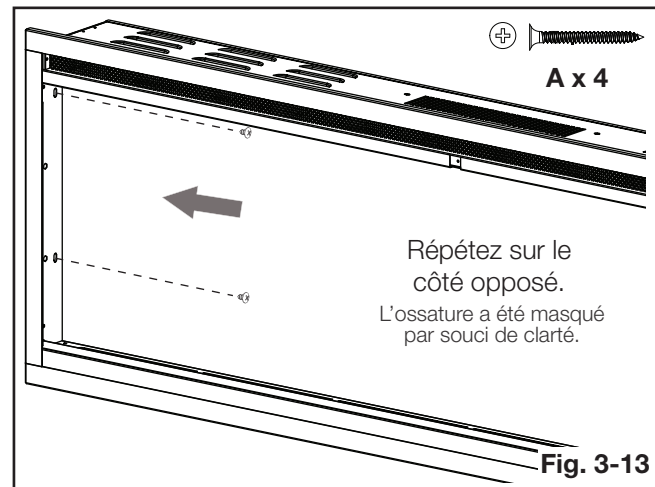

Fig. 3-13
- E. Fixez deux vis (fournies) au colombage à travers les deux trous écumeire de chaque côté de l'appareil (**Fig. 3-13**).